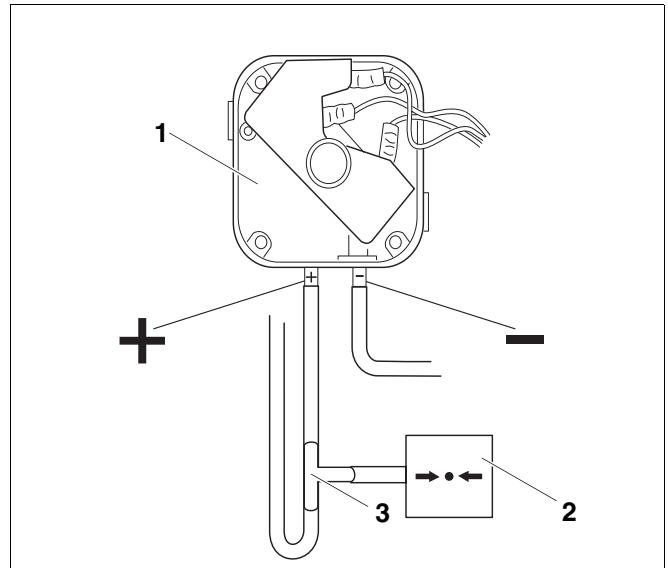

Abb. 28 Gebläse-Luftdruck prüfen
- Am Luftdruckwächter (Abb. 28, **Pos. 1**) die Luftdruckimpulsleitung vom Pluspol abziehen.
- Schlauch des Manometers (Abb. 28, **Pos. 2**) und die Luftdruckimpulsleitung auf T-Stück (Abb. 28, **Pos. 3**) stecken und mit dem Luftdruckwächter verbinden.